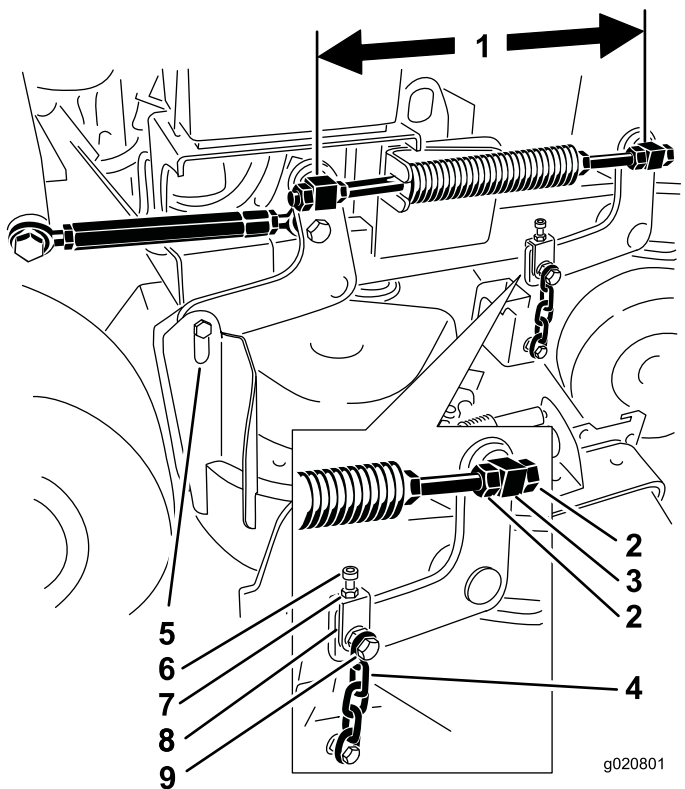

Figure 78
1. Contrôlez la distance entre les centres des pivots (entraxe) sur chaque tige filetée (Figure 78).
2. Desserrez les écrous de blocage du pivot **avant** (Figure 78).
4. Resserrez les écrous de blocage du pivot **avant** (Figure 78).
6. Si un réglage est nécessaire, desserrez le boulon de chaîne supérieur (Figure 78).
6. Resserrez les écrous de blocage sur les pivots avant gauche et droit (Figure 78).
4. Desserrez les écrous de blocage sur les pivots avant gauche et droit (Figure 78).
4. Desserrez les écrous de blocage du pivot avant gauche (Figure 78).
6. Resserrez les écrous de blocage du pivot avant gauche (Figure 78).
5. Desserrez les boulons de chaîne supérieurs (Figure 78).
6. Desserrez les écrous de blocage sur chaque chape (Figure 78).
8. Resserrez les écrous de blocage et les boulons de chaîne supérieurs (Figure 78).